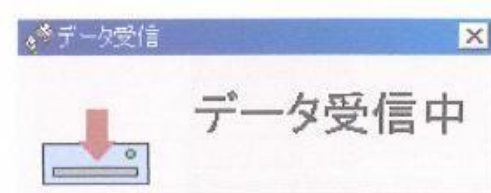

図 7
- ① LP1100 本体の画面を[MODE],[OK]キーにより、「CONTROL」、「transmit」、「Start the PC Program」の画面にします。
- ② 図 1 の「一括受信」をクリックすると、図 7 の画面が出ます。これにより、全てのファイルと、データを受信することが出来ます。本体で作成したファイル毎にデータを保存します。ファイル名を付ける時は本体で作成したファイル名になります。変更することも出来ますので、ファイル毎に行い、保存して下さい。